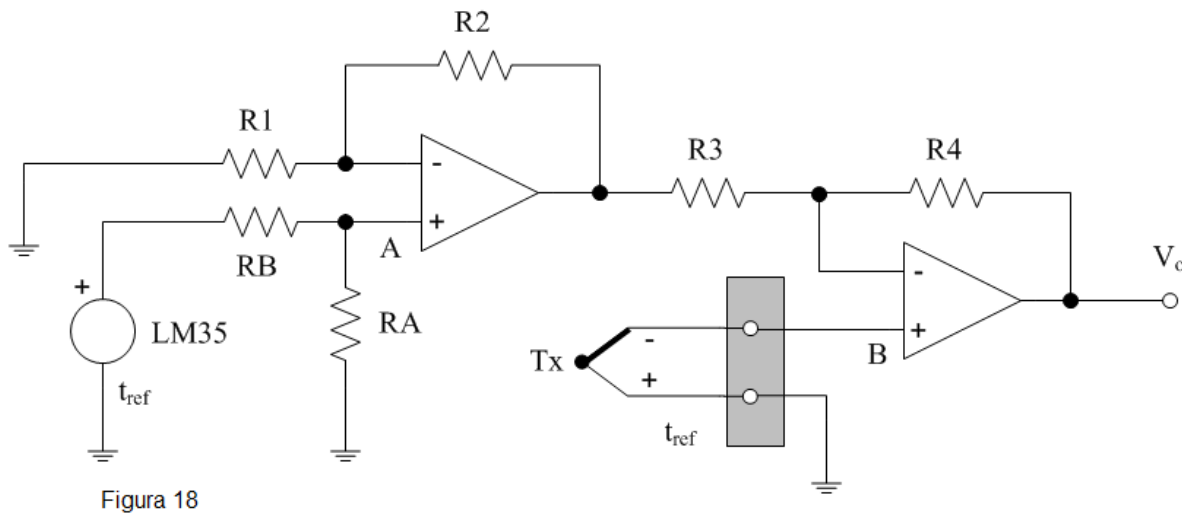

Figura 18
34. Observe a figura 18 e a tabela a seguir.